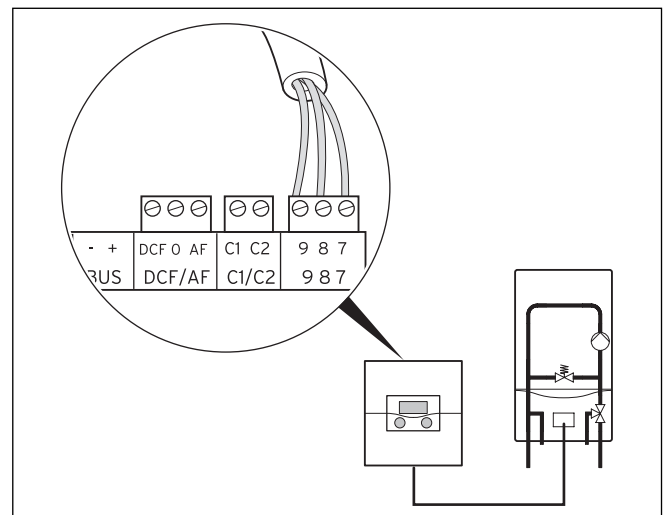

Fig. 5.1 Collegamento dell'apparecchio di riscaldamento
- Effettuare il cablaggio della caldaia con il cavo di collegamento (min. 3x0,75 mm²) (→ **fig. 5.1**).